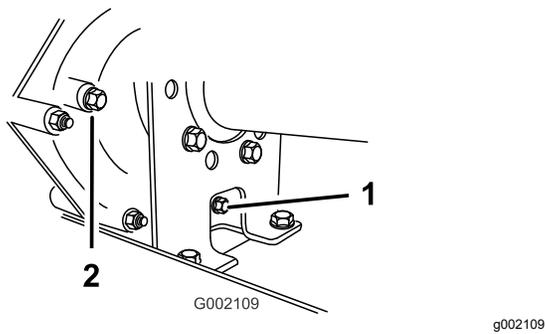
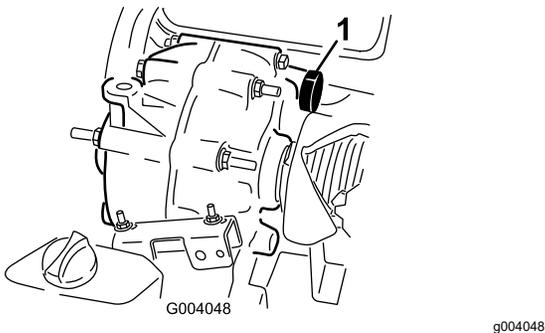

図 46
図 47
2. 補給口および排出口の周囲をウェスできれいにふき取る(図 46)。
4. 補給プラグを左に回して抜きとる 図 46。
5. ドレンプラグを左に回して抜きとる 図 46。
6. ガスケットとドレンプラグを元通りに取り付ける 図 46。
7. 補給プラグ穴から、オイル溜め 図 47 に、所定のトランスミッションオイル約 1.4 リットルを入れる。これで補給口のねじ山の下位置までオイルが入る 図 46。
8. ガスケットと補給プラグを元通りに取り付ける 図 46。
10. オイルの量を点検し、ねじ山の下位置よりも下がっている場合には適宜追加する 図 46。